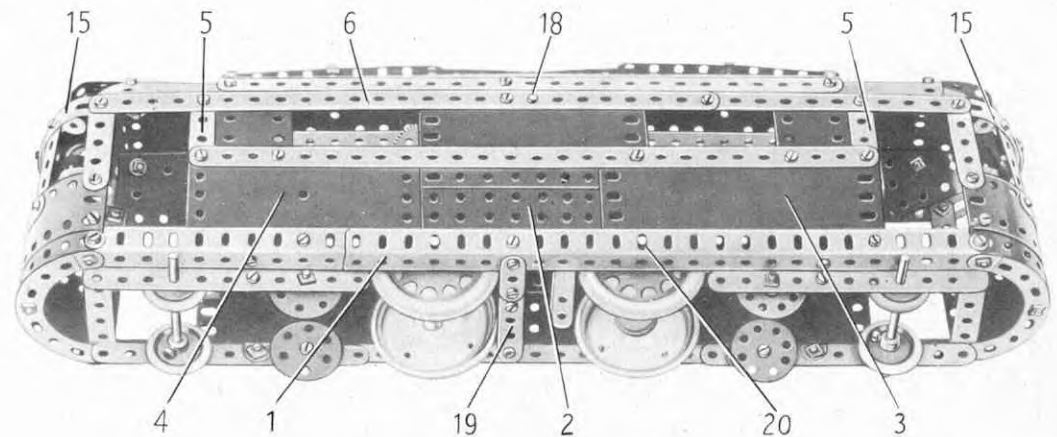

Fig. 5.3a
Le côté du modèle qui apparaît sur la figure 5.3a est monté sur un longeron (1) constitué par deux cornières de 25 trous qui se recouvrent sur 15 trous. Ce côté est recouvert par une plaque à rebords de 14×6 cm. (2), une plaque flexible de 14×6 cm. (3) et la moitié d'une plaque à charnière (4). Les bords supérieurs de ces plaques sont renforcés par une bande de 25 trous prolongée par une bande de 5 trous. La partie supérieure du côté est constituée par une plaque flexible de 11,5×6 cm., deux de 6×4 cm. et deux bandes coudées de 60×12 mm. (5). Une bande (6) formée d'une bande de 25 trous et d'une de 11 trous est boulonnée aux extrémités supérieures des bandes coudées et sur les bords supérieurs des plaques.
Les extrémités des deux cabines sont identiques ; chacune d'elles est constituée par deux plaques flexibles de 14×4 cm., dont les grands bords se recouvrent sur deux trous. Les extrémités des plaques sont incurvées et fixées sur les cornières (1) et (7). Les plaques flexibles sont prolongées vers le haut par deux bandes de 5 trous et deux bandes coudées de 60×12 mm. Les extrémités supérieures de ces pièces sont boulonnées sur deux bandes cintrées à glissière (15), qui sont fixées aux extrémités des bandes (6) et (14). Deux bandes incurvées épaulées sont boulonnées à chaque extrémité comme le montre la figure 5.3a.